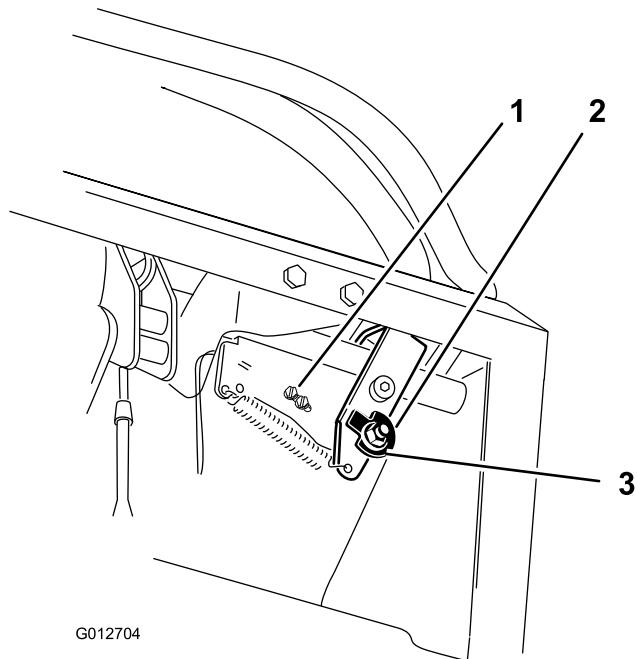
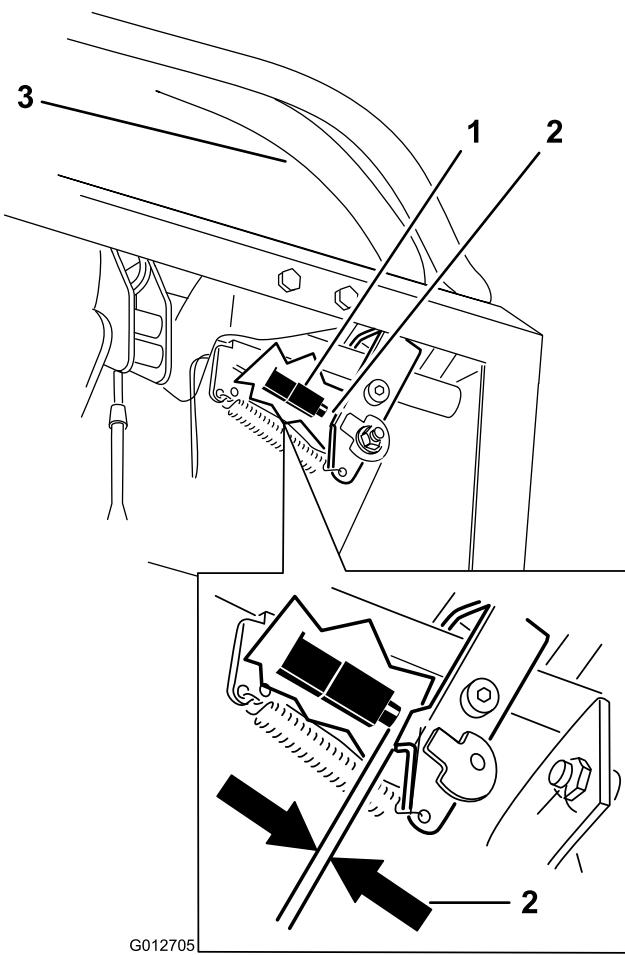

Figura 69
Figura 70
7. Afloje la tuerca que sujeta la leva (Figura 69).
10. Compruebe la distancia entre la palanca de control y el interruptor, según se muestra en Figura 70. El espacio debe ser de 3 mm (1/8 pulgada) con la palanca de control de movimiento derecha en la posición de bloqueo/punto muerto.
11. Si es necesario, afloje los tornillos que sujetan el interruptor, y ajuste el interruptor (Figura 69 y Figura 70).